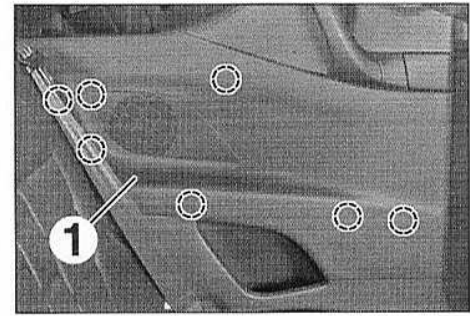

FIG.33
- Dégrafer et déposer la garniture d'aile arrière (1) (Fig.33).